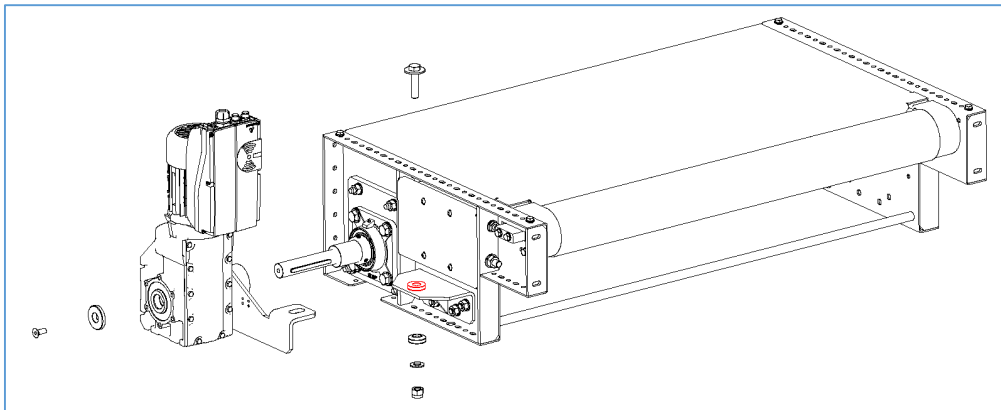

Figura 48 – Prima applicazione antivibrante
2. Applicare il primo supporto antivibrante sulla staffa di supporto del braccio di reazione (vedi Figura 48).